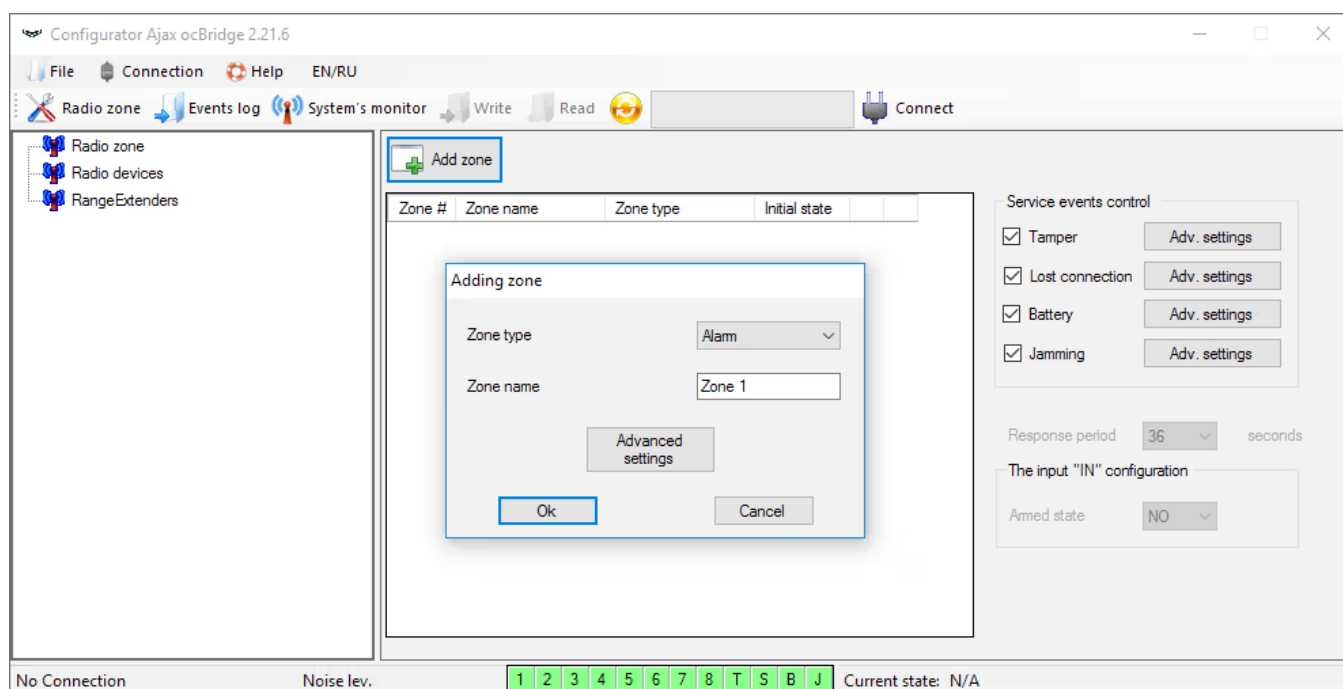

Figura 3. Aggiunta di una zona
2. Tutti i dispositivi che si vogliono connettere al ricevitore ocBridge Plus devono essere registrati utilizzando l'«**Ajax ocBridge Plus configurator**». Se non è già stato fatto, per registrare i sensori è necessario creare prima delle zone radio nel configuratore. A questo scopo, selezionare “**Radio zone**” e fare clic sul pulsante «**Add zone**» (Figura 3).